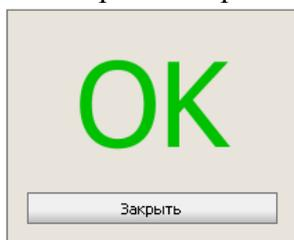

Рис. 3
- после появления зелёного сообщения «OK» (рис.3) нажмите кнопку «Закреть» и отключите кабель USB от радиостанции – он больше не понадобится;